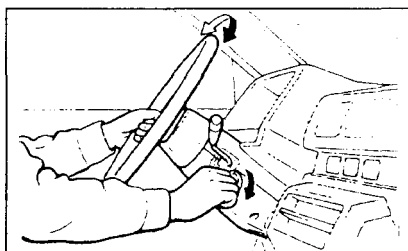

Рис. 2-10.
- 2. ACC** — При неработающем двигателе при этом положении ключа зажигания обеспечивается подача питания к дополнительным потребителям электроэнергии: радио, прикуривателю, стеклоомывателю, стеклоочистителю и т.д. Чтобы снять блокировку рулевой колонки, необходимо при установке ключа зажигания в положение "ACC" слегка поворачивать рулевое колесо вправо-влево (рис. 2-10).